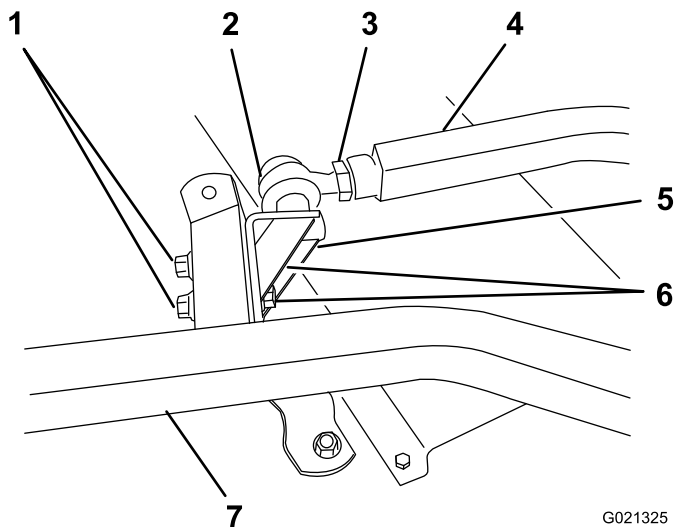

Figure 10
1. Retirez les 2 vis à tête, rondelles plates et écrous à embase qui fixent le support de rotule gauche au bras pivotant gauche (Figure 10).